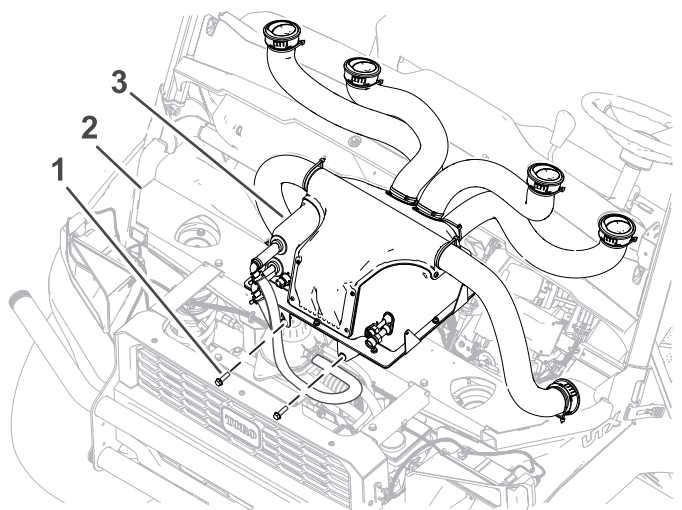

Figura 26
2. Instale a parte frontal do conjunto da caixa do sistema AVAC à estrutura da máquina com dois parafusos sextavados (5/16 x ¾ pol.). Aperte os parafusos com 22,6 N·m; consulte a Figura 26.